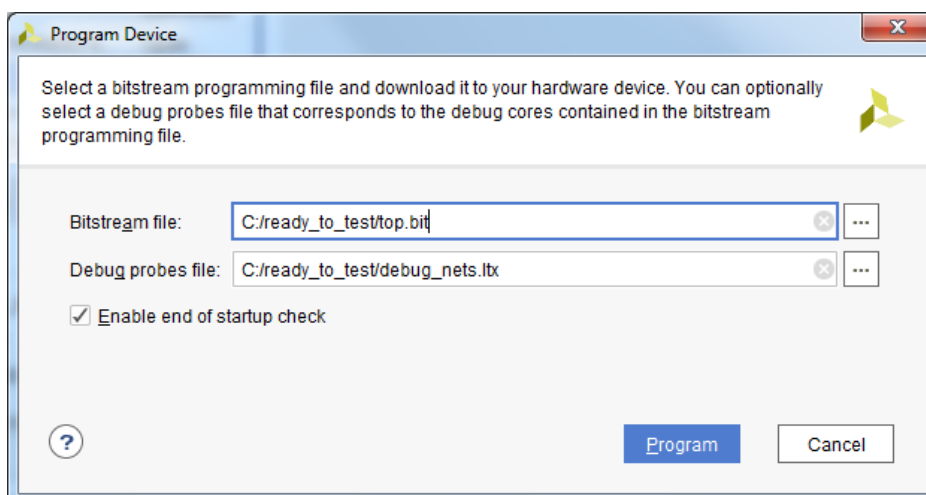

図 15: [Program Device] ダイアログ ボックス
8. top.bit と debug\_nets.ltx のパスを指定して、[Program] をクリックします (図 15)。